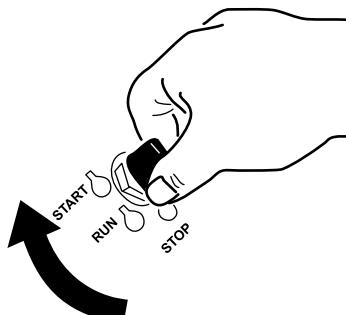

Figura 14
- Gire la llave de contacto a la posición de ARRANQUE (Figura 14).